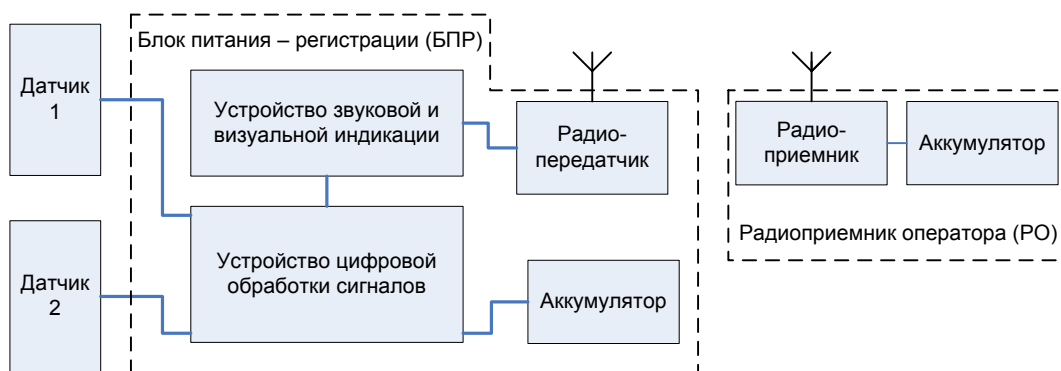

Рис. 2 Функциональная схема переносного сигнализатора «Репер-3В».
1.4.1 Сигнализатор «Репер-3В» представляет собой устройство, регистрирующее перемещение ферромагнитных объектов (стальных предметов, конструкций и т.п.) магнитометрическим методом. Функциональная схема приведена на Рис. 2.